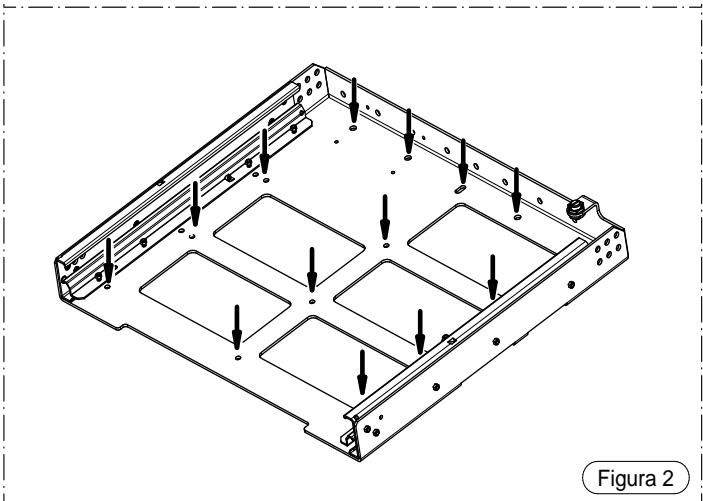

Figura 2
- 2) Fissare la base fissa con tasselli ad espansione d'acciaio di D.10 mm (non forniti) come indicato nella Figura 2. La quantità di tasselli da usare è in funzione del tipo di supporto su cui si installa l'inserto, seguire a tal proposito la dima di foratura indicata nella Figura 3. Se il supporto risulta essere non compatto si consiglia di rifare il supporto in calcestruzzo ove fissare il basamento in modo stabile.
- 2) Togliere la base mobile dalla base fissa agendo come indicato nella Figura 2.